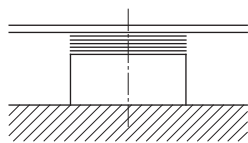
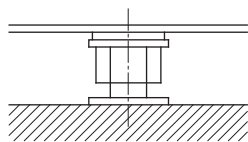

fig. 6: Balanseringsbrickor på fundamentytan
fig. 7: Nivåskruvar på fundamentytan
- Lägg balanseringsbrickor (ca 20–25 mm tjocka) på alla skruvhål på fundamentytan (se fig. 6). Alternativt går det också att använda nivåskruvar (se fig. 7).